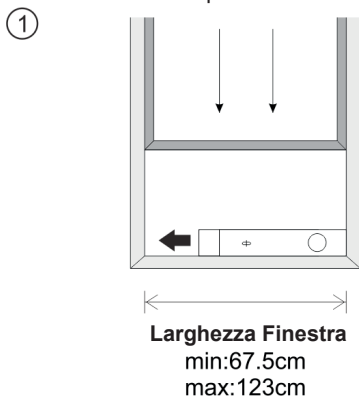

Fig. 5
La modalità di installazione del kit di scorrimento per finestre è principalmente in “orizzontale” o “verticale”. Come mostrato nelle Fig.5 e Fig.5a, prima dell’installazione verificare le dimensioni minime e massime della finestra.
1. Installare il kit finestra sulla finestra (Fig.5, Fig.5a);